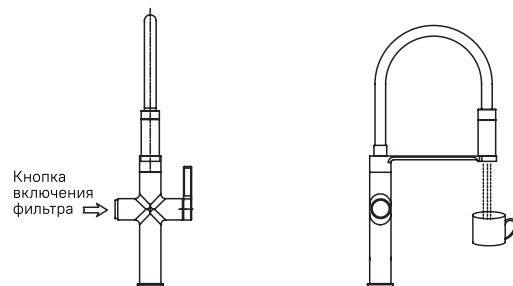

Рис. 7
7. Для включения фильтрованной воды, необходимо нажать кнопку (рис. 7). В выключенном состоянии кнопка спрятана в корпусе смесителя.